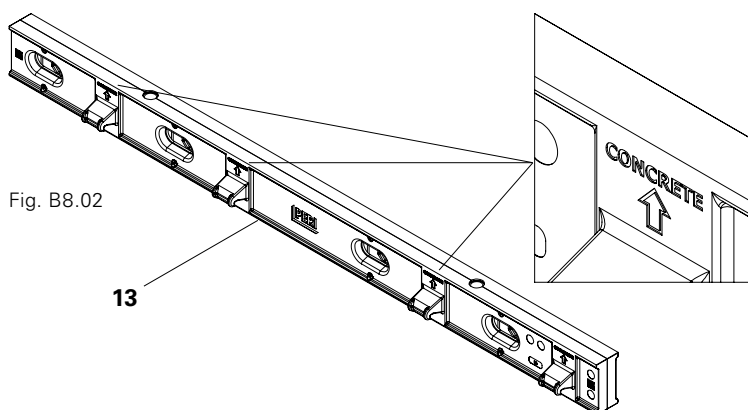

Fig. B8.02
Il montante di supporto (16) è dotato di denti che si innestano nei fori per connettore del pannello. I denti devono essere rivolti nella direzione opposta al calcestruzzo (10.7); v. montante di compensazione DWC (Fig. B8.02 + B8.03).